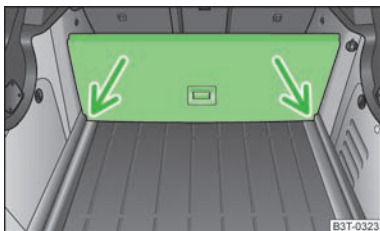

Abb. 71
- Den Teil mit der Halterung anheben und diesen durch Einschieben in die mit Pfeilen gekennzeichneten Nuten sichern » Abb. 71.